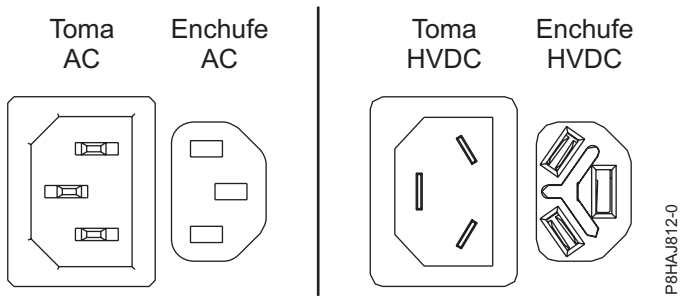
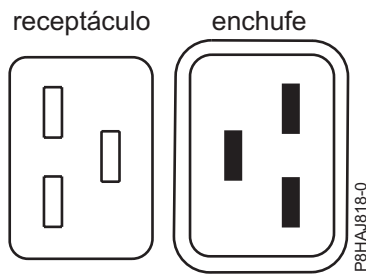
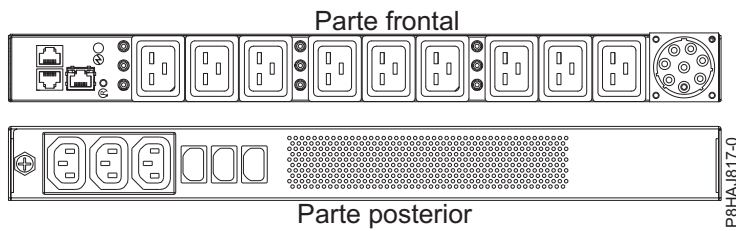

Figura 31. Conectores CA y HVDC
Figura 32. Conectores para el sistema 8408-44E
Figura 33. PDU para el sistema 8408-44E
La Figura 31 en la página 49 muestra los conectores de corriente alterna (CA) y de corriente directa de alto voltaje (HVDC) soportados. La Figura 32 en la página 49 y la Figura 33 en la página 49 muestran